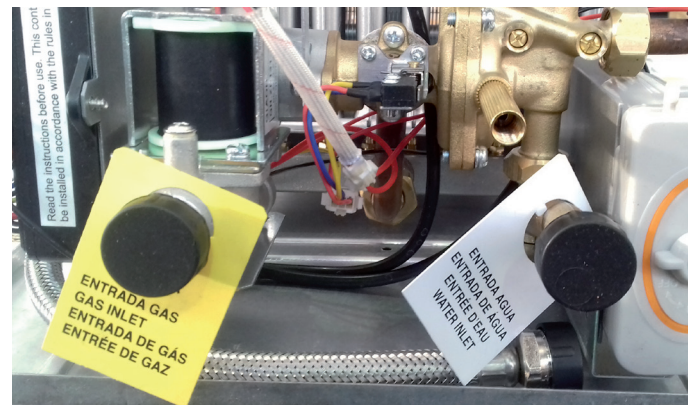

fig. 9 - Etiquetas de las conexiones
- Quite los tapones de las conexiones de agua y gas, vea fig. 9.